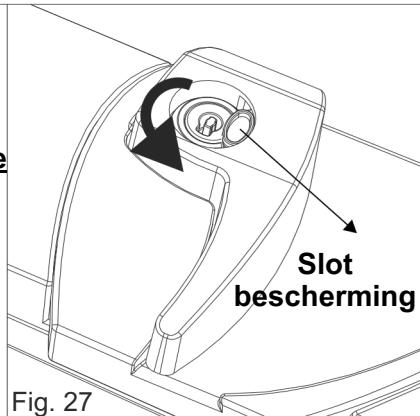

Fig. 27
1. Draai de beschermkap van het slot linksom (Fig. 27)